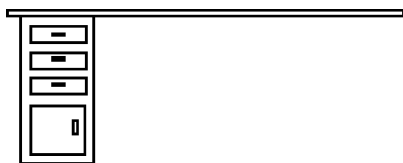

图 5-13 绘制矩形（四）
(4) 单击“默认”选项卡“绘图”面板中的“矩形”按钮 ，在合适的位置绘制桌面矩形，结果如图 5-13 所示。